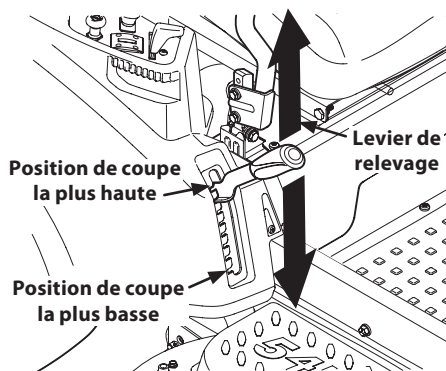

Figure 4-13
- a. Utilisez le levier de relevage du plateau de coupe pour relever le plateau de coupe à la position qui placera la courroie à la position la plus horizontale entre les poulies de tension et la poulie de la prise de force sous le moteur. Voir Figure 4-13.
- d. Utilisez le levier de relevage pour abaisser le plateau de coupe à la position la plus basse. Voir Figure 4-13.
- e. Utilisez le levier de relevage pour abaisser le plateau de coupe à la position la plus basse. Voir Figure 4-13.
- Placez le levier de relevage du plateau de coupe à la plus haute position de coupe et faites glisser le plateau de coupe du dessous de l'appareil. Voir Figure 4-13.
- Placez le levier de relevage du plateau de coupe à la position de coupe la plus haute. Voir Figure 4-13.